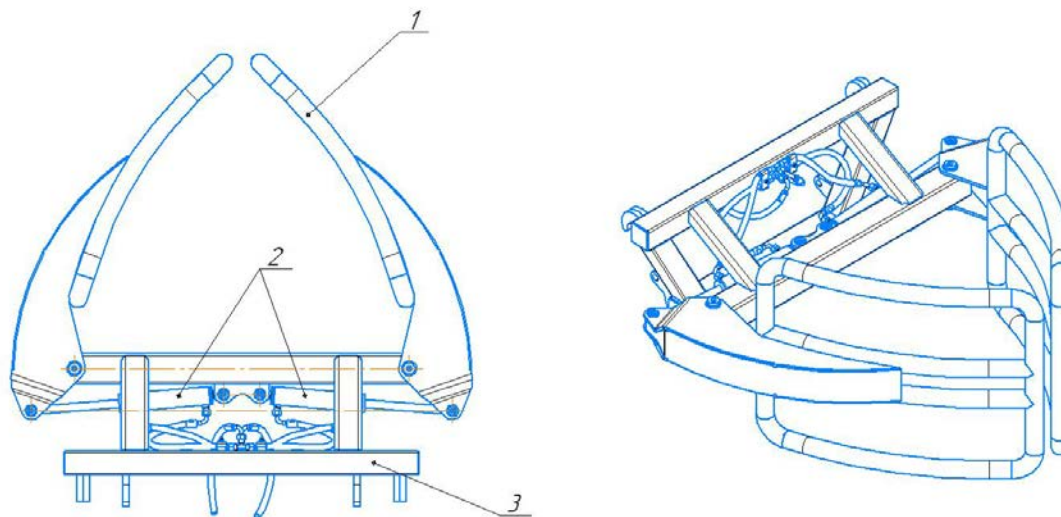

Рис. 1 Общий вид
Кантователь рулонов состоит из основания ③, двух захватов ①, гидроцилиндров ② (рис. 1).